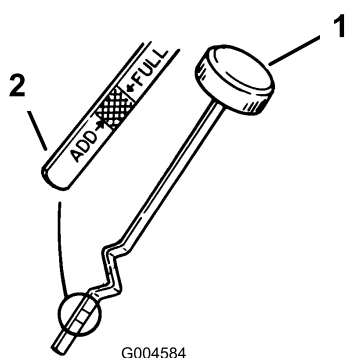

Figure 21
9. Retirez la jauge d'huile et essuyez soigneusement l'extrémité métallique (Figure 21).